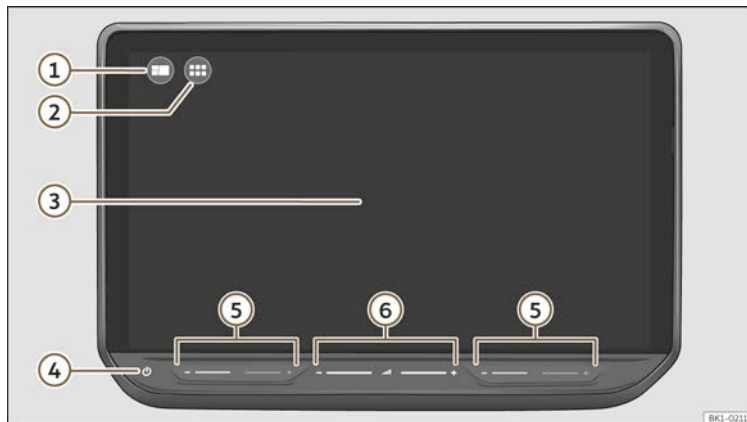

Abb. 184 Übersicht: Bedieneinheit.
Gestalten Sie das übergeordnete Menü und die Ansicht HOME >>> (Abb. 184) ① individuell, um schnell auf die bevorzugten oder am häufigsten verwendeten Funktionen zuzugreifen.